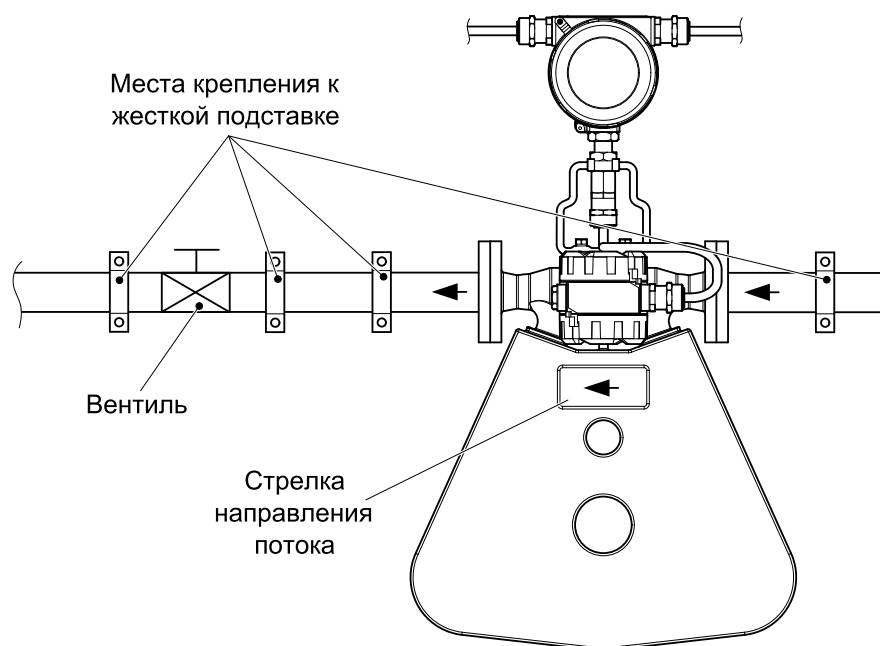

Рисунок 2.2 – Закрепление трубопровода в месте установки датчика
- 1) Трубопровод должен быть надежно закреплен к стабильной базе в месте как ниже, так и выше по потоку относительно датчика (рисунок 2.2). Размещайте поддержки трубопровода как можно ближе к фланцам, к которым крепится датчик. Обе поддержки должны быть прикреплены к одной базе;